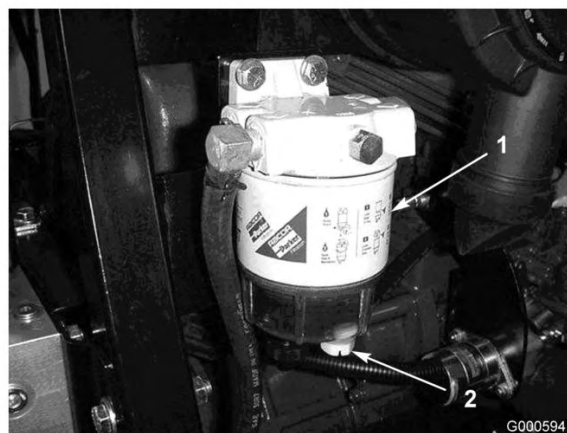

Figura 38
Retire a água ou outro tipo de contaminação do separador de água (Figura 38) diariamente.
2. Liberte o tampão de escoamento que se encontra na zona inferior do recipiente do filtro (Figura 38). Volte a apertar o tampão após o escoamento.